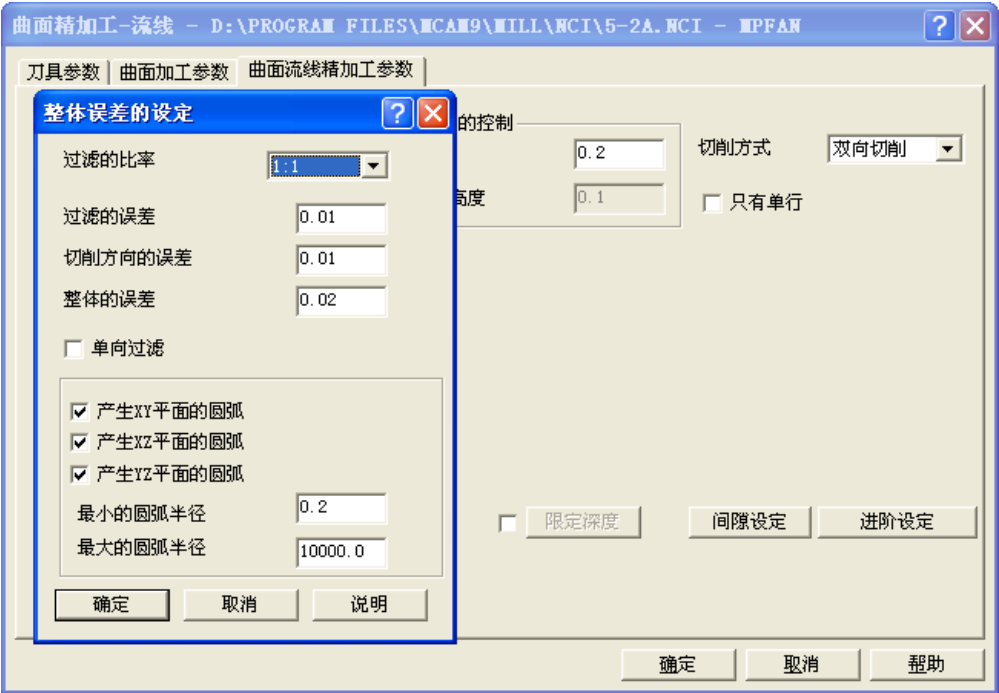
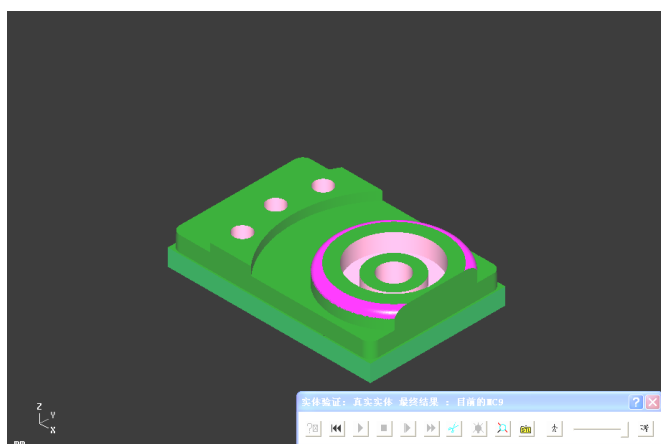

图 5-49 曲面流线精加工参数
图 5-50 零件 2 正面实体切削验证
19) 新建群组 JX-D6R3, 选择“曲面精加工—曲面流线”, 从刀库中选择  $\phi 6R3$  球刀, 将刀具号码改为 3, 在“刀具参数”选项卡中输入进给率: 400、下刀速率: 200、提刀速率: 2000、主轴转速: 3000, 冷却液: 喷油。在“曲面加工参数”选项卡中输入参考高度: 30.0、进给下刀位置: 3.0, 点选“增量坐标”, 设定加工的曲面/实体预留量: 0.0, 干涉的曲面/实体预留量: 0.0, 加工面和干涉面的选取与步骤 4) 相同; 在“曲面流线精加工参数”选项卡中, 单击“整体误差”按钮, 选择过滤的比率为 1:1, 设定整体的误差为 0.02, 其余默认, 截断方向的控制点选“距离”, 设定为 0.2, 如图 5-49 所示; 单击“间隙设定”, 设定容许的间隙, 点选“距离”, 设定为 3.6。实体切削验证如图 5-50 所示。